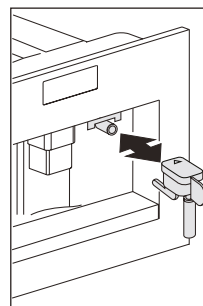

Fig. 13
- Per riavviare la macchina è necessario inserire l'erogatore acqua qualora non sia inserito (Fig. 13) premere l'icona OK (B9) e il display visualizza "ACQUA CALDA PREMERE OK". Premere l'icona OK (B9) entro alcuni secondi, far defluire l'acqua dall'erogatore per circa 30 secondi. Completata l'erogazione, l'apparecchio torna automaticamente a visualizzare le modalità di base impostate.